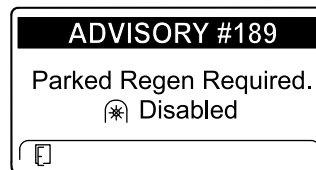

Рисунок 49
- Если вы не выполните стационарную регенерацию в течение 2 часов, дисплей инфо-центра отобразит сообщение «Требуется стационарная регенерация — механизм отбора мощности выключен» — ИНФОРМАЦИОННОЕ СООБЩЕНИЕ № 189 (Рисунок 49).